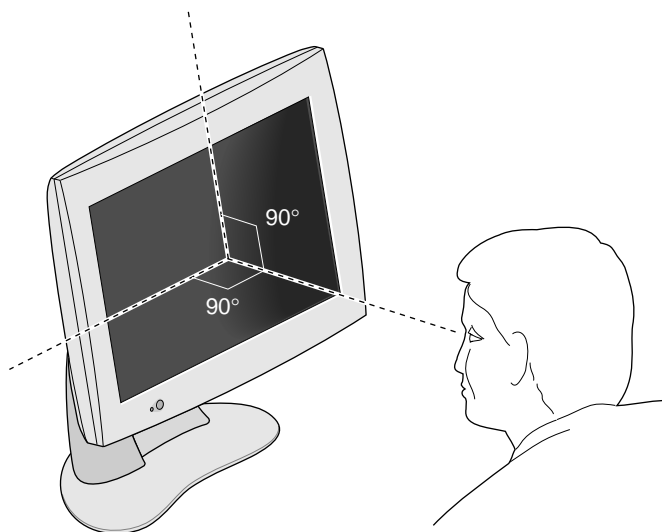

Figure 1-5 Angle de vue optimum de l'écran plat
- Réglez la hauteur de l'écran de façon à ce que le centre de l'écran soit au niveau des yeux ou légèrement en dessous. Pour obtenir l'image la plus claire et les couleurs les plus réelles, regardez l'écran à un angle le plus proche possible de 90°. Reportez-vous à la Figure 1-5. (Reportez vous au Tableau 3-1 pour les limites des angles de vue.)